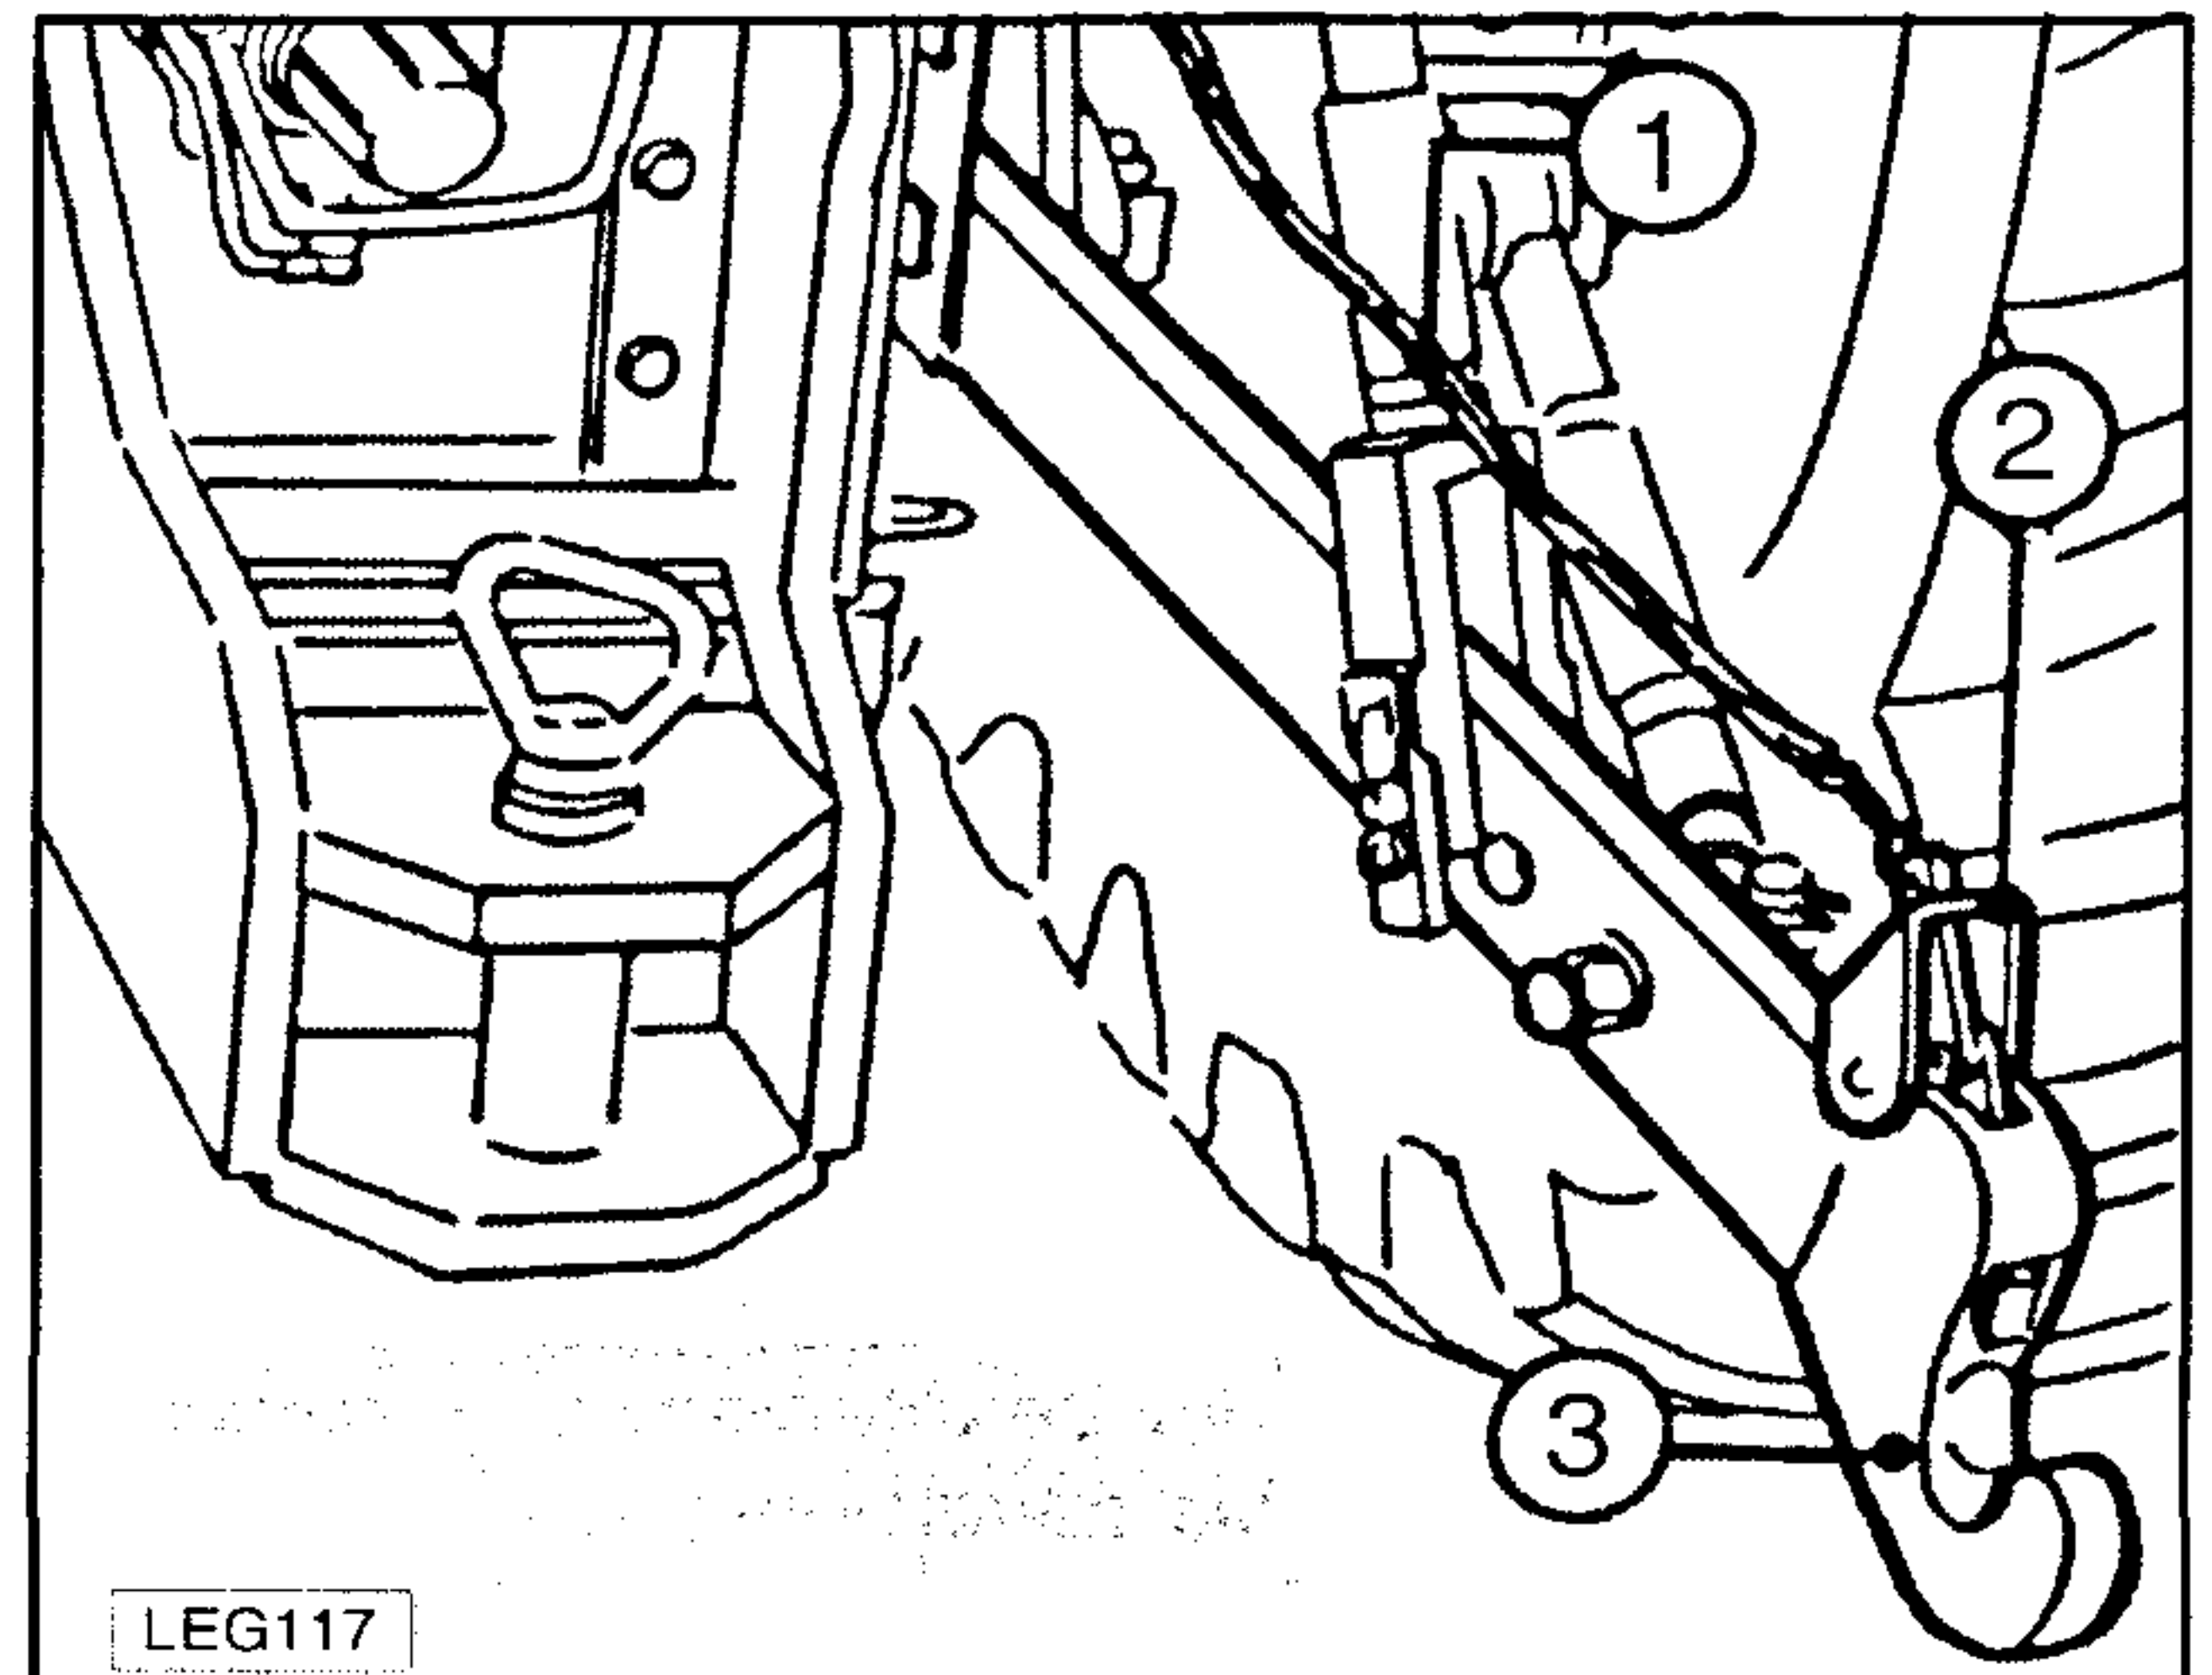

Fig. 4-70
Los tirantes inferiores poseen extremidades con ganchos de enganche rápido (Fig. 4-70).
Para conectar el apero abrir el pasador (2 - Fig. 4-70) del gancho tirando los cables de conexión (1) desde el puesto de conducción.